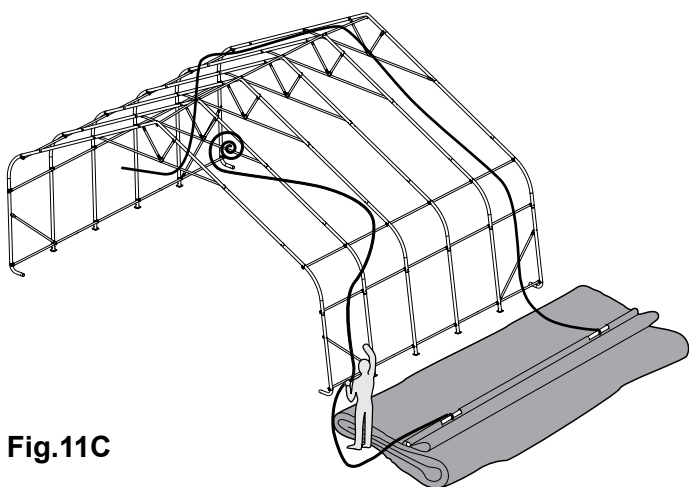

Fig.11C
**C.** Fixez une corde à chaque tuyau exposé, puis lancez l'autre extrémité de chaque corde par-dessus l'armature (fig. 11C).